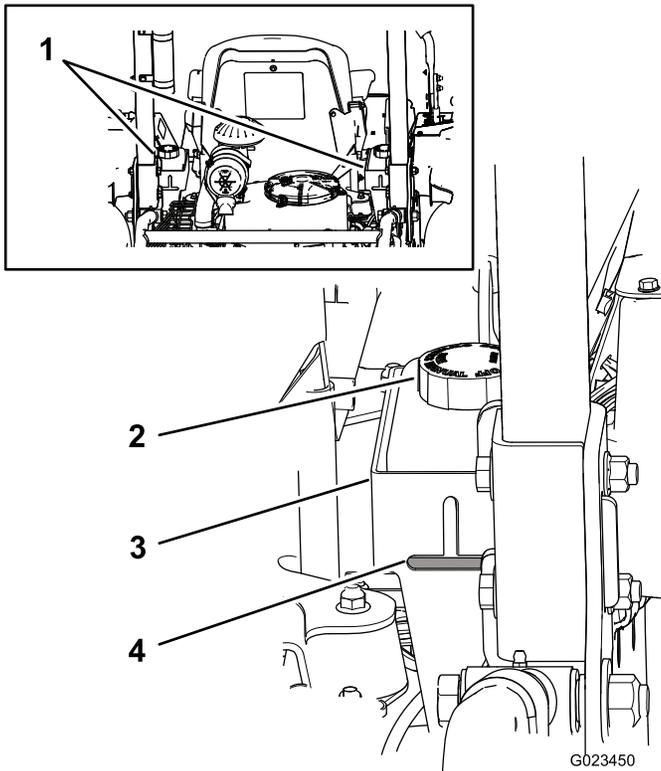

图18
机器的两个液压油箱在出厂时已加满高品质液压油。检查液压油的最佳时间是液压油冷却时。机器应处于行走配置中。如果液压油油位低于液压油箱（图18）背面的观察窗口水平部分的顶部，请添加液压油，直至液压油油位达到可接受的油位。**切勿将油箱加得过满。**如果液压油油位位于观察窗口水平部分的顶部，则无需添加。推荐的替代液压油为：
**注意：**液压油油位应达到每个开口的底部，如 图 18 中所示。
- A. 清洁液压油箱盖周围的区域，防止杂物进入系统（图18）。